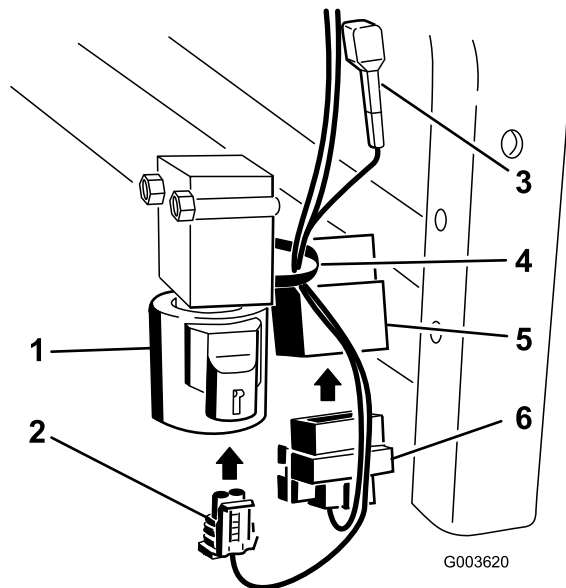

Figura 36
8. Collegate il connettore quadrato al relè montato vicino alla valvola (Figura 36).
9. Collegate il connettore piccolo alla valvola (**Figura 36**).